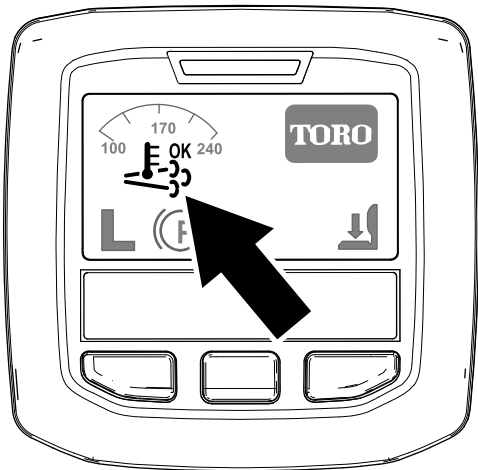

Figura 32
- Nell'InfoCenter viene visualizzata l'icona di rigenerazione assistita/ripristino (Figura 32).